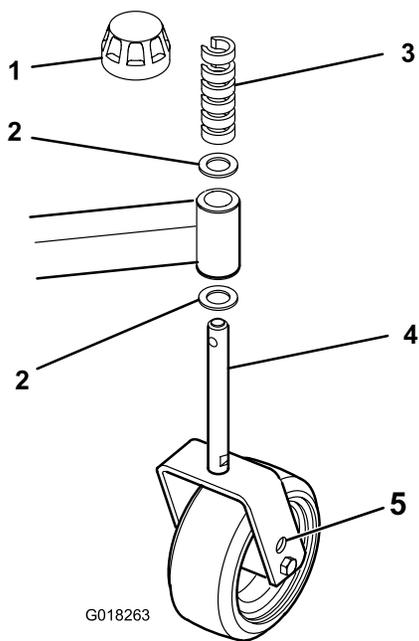

Figure 19
6. Réglez les cales, sur l'avant des bras pivotants avant ou arrière, afin d'atteindre l'inclinaison de l'unité de coupe requise (Figure 19).